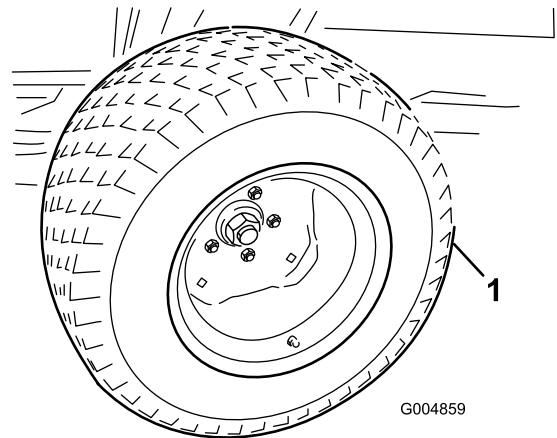

図 48
11. 冬用フレームを後フレームに突き当てた状態でフロアジャッキを上昇させ、夏用の駆動タイヤを取り外す 図 48。